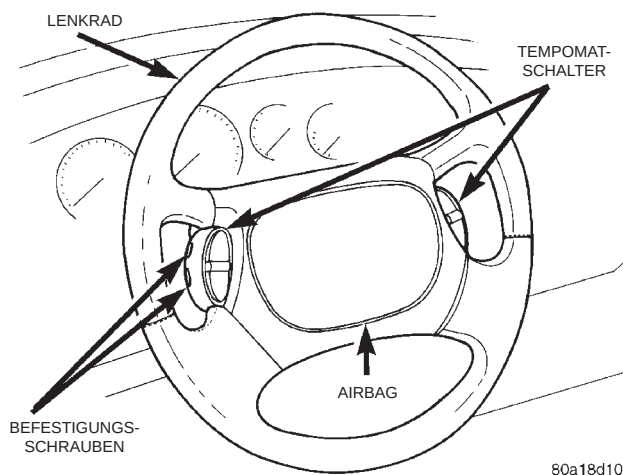

**Abb. 8 Tempomat-Schalter**
(9) Die Tempomat-Schalter (Abb. 8) vom Lenkrad abbauen. Die Tempomat-Schalter sind mit jeweils zwei Schrauben an der Seite des Schalters festgeschraubt (Abb. 8).
(18) Die Kabel an den Tempomat-Schaltern anschließen. Die Tempomat-Schalter im Lenkrad einbauen. Die Tempomat-Schalter am Lenkrad festschrauben (Abb. 8).